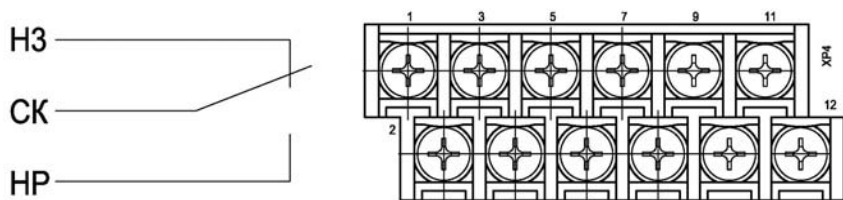

Рис.4
- Кабель ввести через кабельный и подключить к клеммам (см. таблицу и рис.4) разъема XP4 в соответствии с проектной документацией.